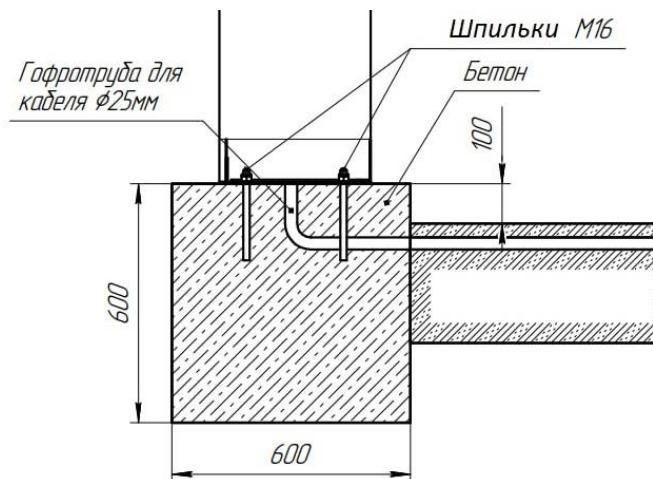

Рисунок 4
- Шлагбаум следует установить на фундамент размером 600x600x600 из бетона марки не ниже М400. При заливке необходимо использовать монтажный комплект: закладную пластину и шпильки M16, при этом концы шпилек должны выступать над поверхностью фундамента своей резьбовой частью на высоту не менее 40 мм. Сам фундамент должен выступать над уровнем проезжей части не менее 100мм (см. Рис. 4)